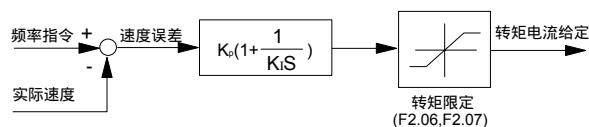

图6-7 速度调节器简化框图
1. 速度调节器（ASR）的构成如图6-7所示，图中 K_p 为比例增益， K_i 为积分时间：